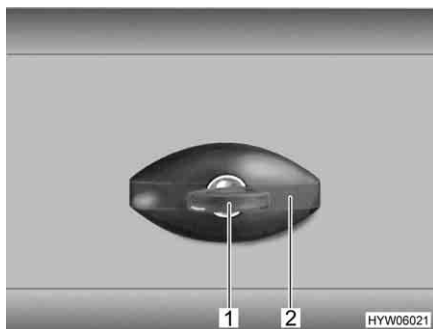

Fig. 48 Serratura dello sportello, ellittico, chiuso
- Inserire la chiave nel cilindro della serratura (Fig. 48,1) e ruotare in senso antiorario di un quarto di giro. La maniglia della serratura (Fig. 48,2) scatta all'infuori.